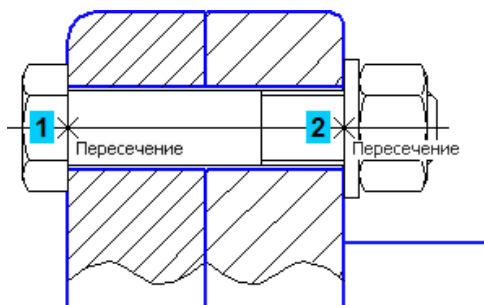

Рисунок 36.
- Разместите набор на чертеже, указав две точки на отверстиях (рис. 36).